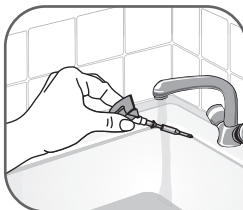

Fig. 20
- Öblítse le a rudat csapvízzel – **fig.20.**